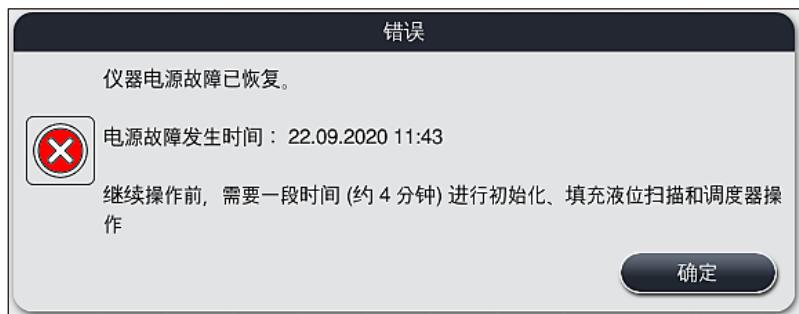

图 106
- ① 仪器自动重启后的第一条信息消息通知用户电源故障时间 (→ “图 106”)。按下 OK 按钮确认该信息消息，随后开始显示继续执行染色过程的附加说明。